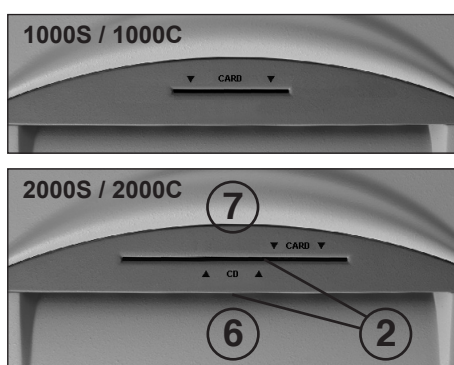

Рис. 2
(для движения вперед) (рис. 2)
- подавать бумагу в режущий механизм через приемное отверстие для подачи бумаги (6) (рис. 2)
- подавать носители информации (CD, DVD или кредитные карточки) по одному в режущий механизм через отдельно расположенное безопасное приемное отверстие (7) (рис. 2).